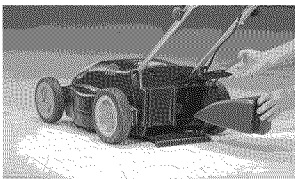

Figura 10 - Enchufe para mantillo
3. Inserte el enchufe para mantillo hasta que el extremo del enchufe esté a ras con el agujero de descarga. (vea la Figura 10).
1. Levante la protección de descarga abisagrada de la parte de atrás de la podadora (vea la Figura 10)